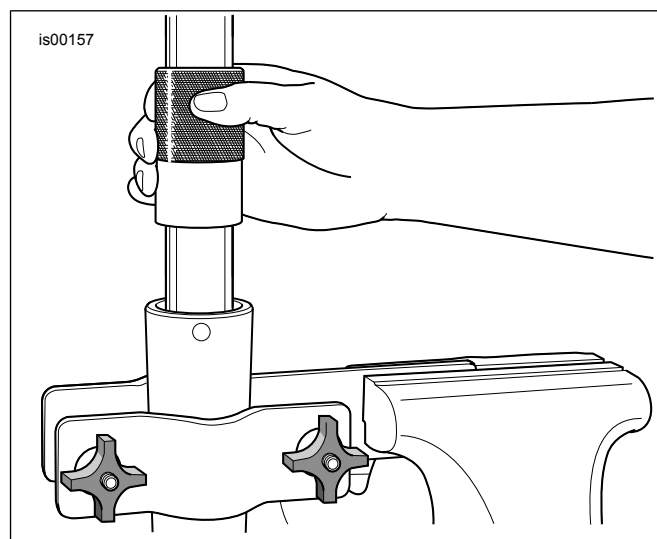

Рисунок 7. Установка сальника вилки
- Смажьте Внутренний диаметр (ID) и Наружный диаметр (OD) втулки передвигной трубки (E) чистым гидравлическим маслом.
- Задвигайте уплотнение проставки (D) вниз в трубу вилки до тех пор, пока оно не соприкоснется со втулкой передвигной трубы вилки (в любом направлении).
- Нанесите на ID сальника **новой** вилки (4) чистое гидравлическое масло.
- См. рис. 7. Возьмите инструмент для установки уплотнения/втулки вилки (HD-45305) и продолжите процедуру:
- b. См. рис. 7. С помощью инструмента типа ударный съемник задвигайте сальник вилки (вместе с уплотнением проставки и втулкой подвижной трубы пера вилки) вниз в трубу вилки до тех пор, пока паз стопорного кольца не будет виден на поверхности внутреннего диаметра подвижной трубы пера вилки.